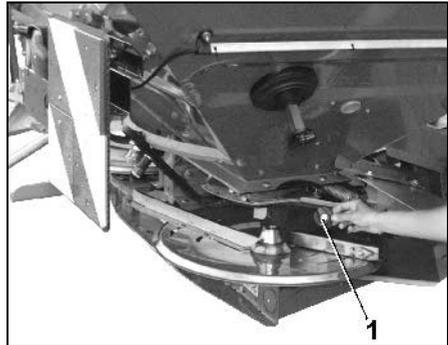

Fig. 31
- Flügelmutter (Fig. 31/1) entfernen.